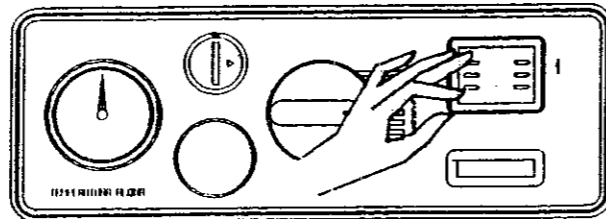

Fig. 15
- togliere tensione allo scaldabagno (fig. 15)